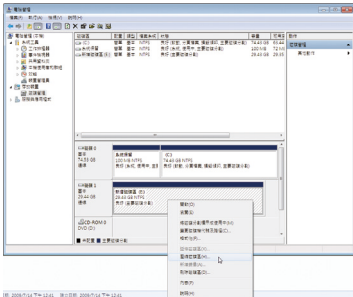

图1
- 步骤二: 选择要当做储存磁盘区的SSD硬盘(若该硬盘尚未配置, 请先新增磁盘区), 在该硬盘的磁盘区按右键, 选择「压缩磁盘区」。(图1)